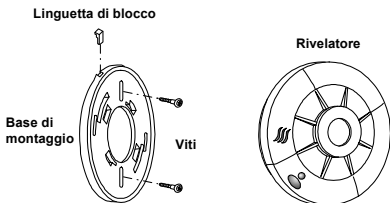

Figura 4: Installazione del Rivelatore di Fumo
- ◆ Utilizzando le viti (fornite) avvitare la base alla parete, come in *Figura 4*.
- ◆ Allineare la fessura sul bordo della base di montaggio con la fessura situata sul rivelatore. Spingere il rivelatore verso la base e girare in senso orario per fissarlo alla base. Inserire la linguetta di blocco in modo da serrare la base di montaggio al rivelatore (vedi *Figura 4*).